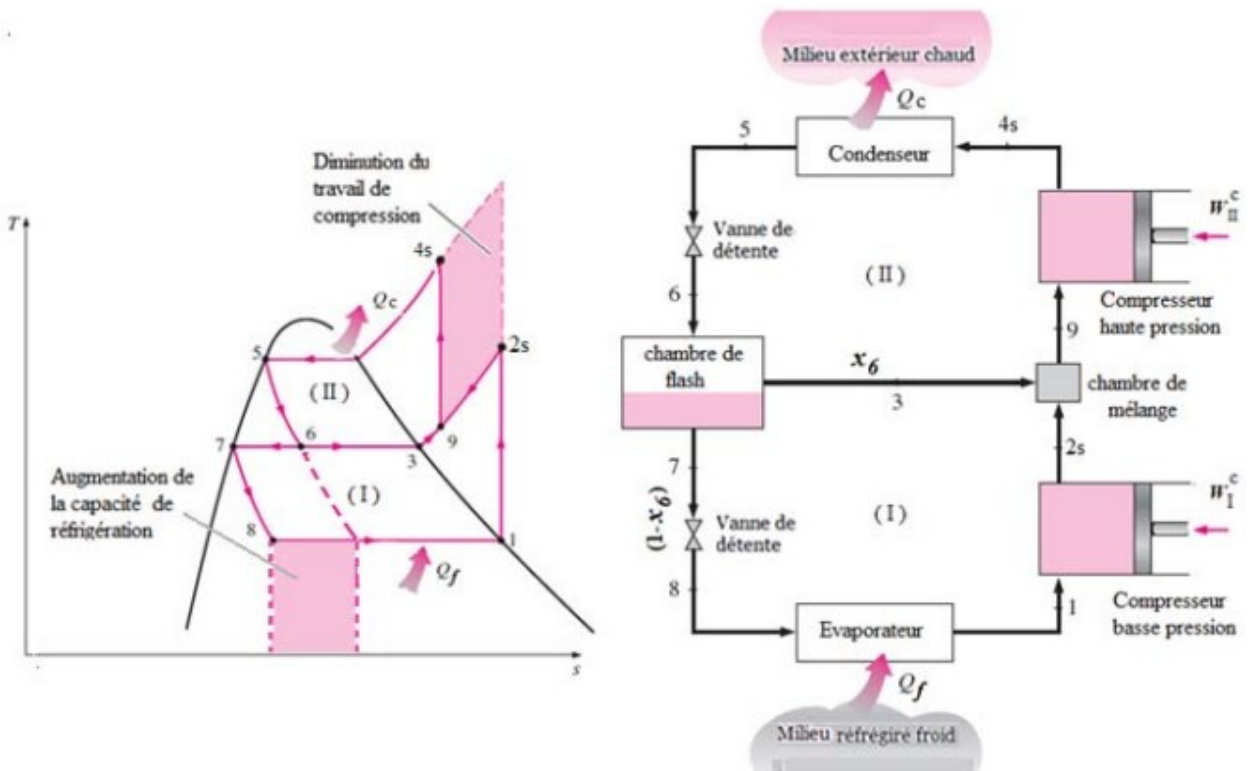

Figure.9 Cycle de réfrigération à compression multi étagé
Lorsque les fluides frigorigènes utilisés dans les différents étages de la cascade (Fig.8) sont de même nature, on remplace l'échangeur de chaleur intermédiaire (entre le cycle I et II) par une chambre de flash (voir Fig.9) qui permet de séparer les deux phases liquide-vapeur du réfrigérant à la sortie de la vanne de détente (6) : une quantité de liquide saturée ($1-x_6$) est envoyée vers la deuxième vanne de détente (7) et une quantité (x_6) de vapeur saturée est envoyée vers une chambre de mélange (3). Par la suite ces deux quantités (c'est-à-dire $(1-x_6)$ et x_6) vont se mélanger dans cette chambre.